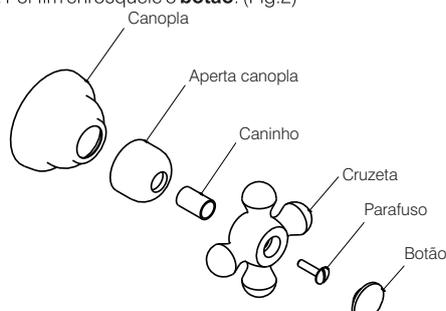

Fig.2
3. Por fim enrosqueie o **botão**. (Fig.2)